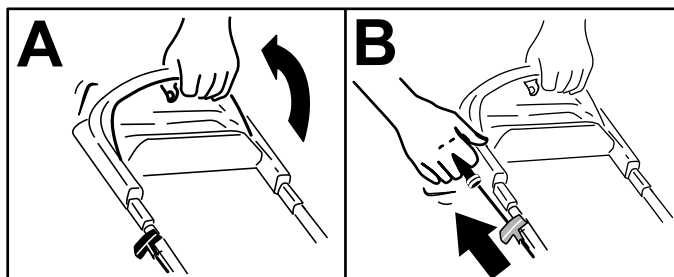

Figura 13
1. Segure a barra de controle da lâmina contra a alça (A de Figura 13).
2. Puxe a alça de partida levemente até sentir resistência; em seguida, puxe-a com força e deixe-a retornar ao guia de cabo na alça lentamente (B de Figura 13).